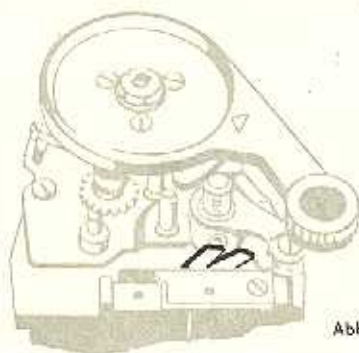
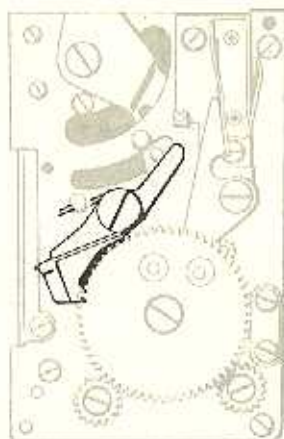

Abb. 4
Abb. 5
- h) Verschluss aufziehen, Spiegelaushebung durch eventuelles Auseinanderbiegen der Justierlappen am Aufzugssegment nachjustieren (s. Abb. 4), Spiegel muß 1 mm über Spiegelhaltehebel 370.06 U 6 hinweg ausgehoben werden, evtl. Mitnehmerscheibe 370.06 U 6 so umsetzen, daß Verschlussauslösehebel bei gespanntem Verschluss wieder einlegt (s. Abb. 5).